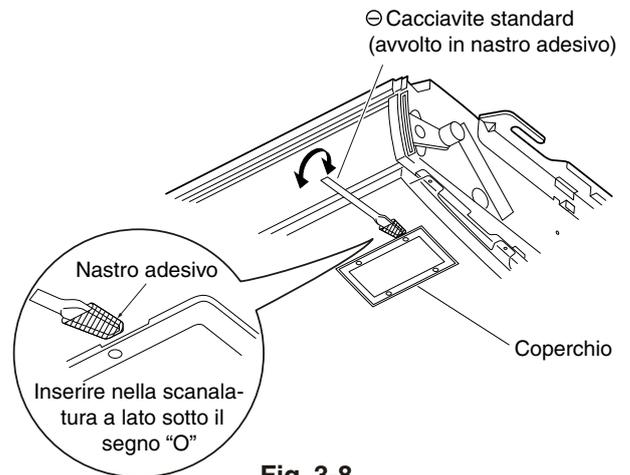

Fig. 3-8
- (2) Coprire la lama di un cacciavite con del nastro adesivo. Inserire la lama del cacciavite nella scanalatura sul lato del coperchio sotto il segno "O". Fare leva per aprire il coperchio. (Fig. 3-8)
- (3) Far passare il cavo isolato attraverso il pannello, quindi installare il ricevitore nel foro del pannello.